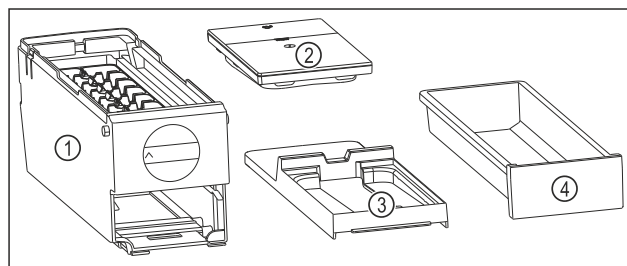

Fig. 158 Bestandteile des EasyTwist-Ice
- ▶ EasyTwist-Ice ist in vier Teile zerlegt. (siehe Fig. 158)
- ▶ EasyTwist-Ice nur in abgebildete Bestandteile zerlegen. (siehe Fig. 158)
- ▶ EasyTwist-Ice-Körper Fig. 158 (1) als Ganzes reinigen.